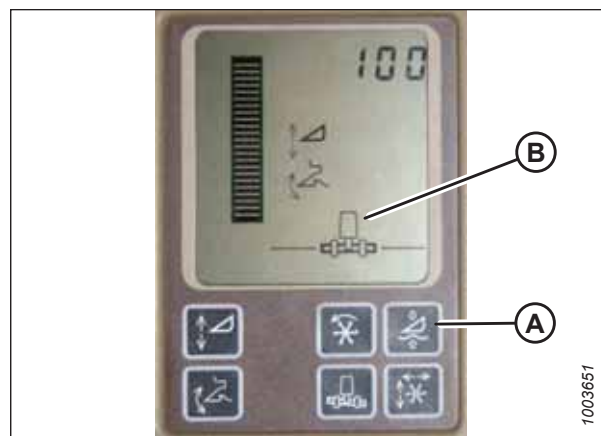

Figure 4.228: Affichage des moissonneuses-batteuses John Deere
N'utilisez **PAS** la fonction de flottement de plateforme active (A) en combinaison avec le système CHAP ; les deux systèmes vont se neutraliser l'un l'autre. Le symbole de la plateforme (B) sur l'écran ne doit **PAS** être souligné d'une ligne ondulée et doit apparaître exactement comme indiqué dans l'affichage de la commande de la plateforme active à la figure 4.228, page 243.